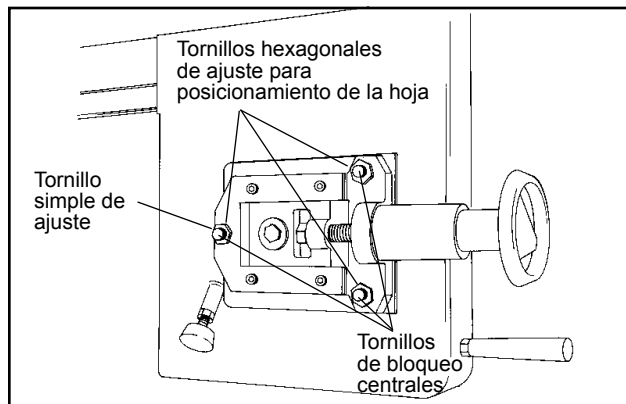

Figura 12: Posicionamiento y tensado de la hoja
El posicionamiento de la hoja ha sido probado en la fábrica. Rara vez se requiere de ajuste cuando la hoja se usa adecuadamente o si la hoja está soldada correctamente. (Vea en la Figura 12 la ubicación de los tornillos de ajuste de posicionamiento de la hoja).
5. Afloje los tornillos de bloqueo centrales en todos los tres tornillos hexagonales de ajuste del mecanismo de tensión de la hoja (vea la Figura 12).